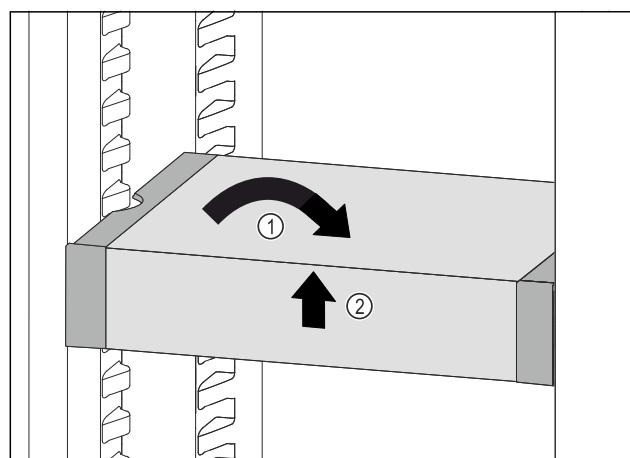

Fig. 99
- Ispravite VarioSafe. Fig. 99 (1)
- Podignite sprjeda VarioSafe. Fig. 99 (2)